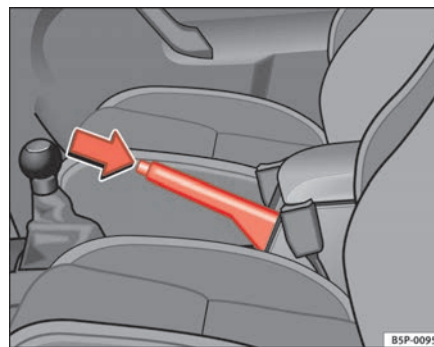

Fig. 146 Il freno a mano, ubicato tra i due sedili anteriori
- Tirare la leva del freno a mano verso l'alto ⇒ pag. 179, fig. 146.
- Tenendo premuto (nella direzione indicata dalla freccia ⇒ pag. 179, fig. 146) il tasto di sblocco, spostare prima la leva leggermente verso l'alto e poi abbassarla del tutto ⇒ .